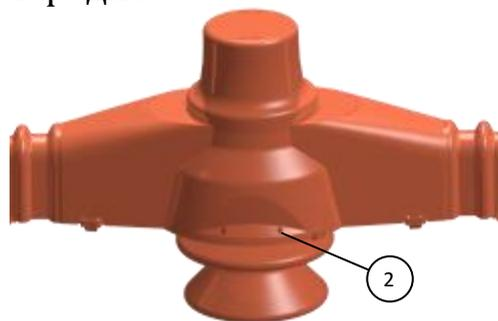

Рис.14.
3.6. При монтаже на штыревые изоляторы необходимо дополнительно зафиксировать корпус с изолятором пластиковыми стяжками. Для этого нужно продеть стяжку через имеющиеся отверстия с обеих сторон устройства (поз.2 рис.14.) и через шейку изолятора. При этом затяжку стяжек нужно производить так, чтобы не допустить излишней деформации корпуса устройства и без значительного перекоса в вертикальной плоскости. Для этого стяжки лучше затягивать в несколько этапов и поочередно